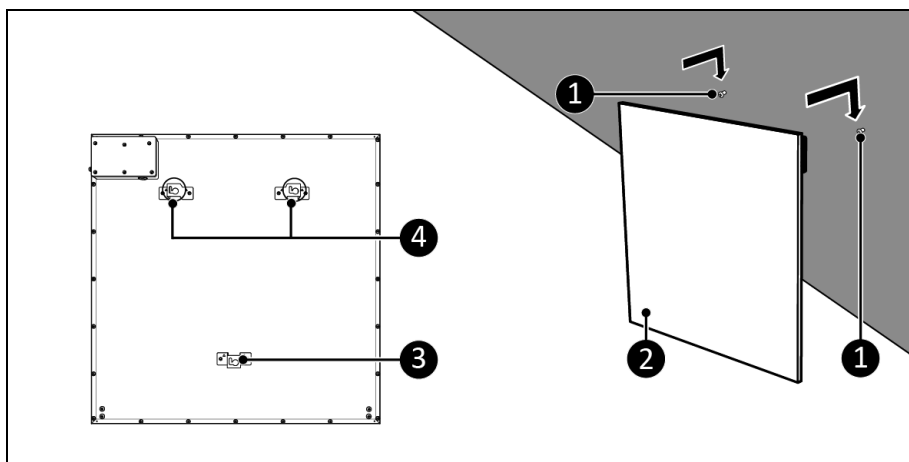

Figure 10
9. Placez les supports (figure 10, pos. 4) à l'arrière de l'appareil sur les vis insérées dans le mur (figure 10, pos. 1).
11. Le support d'espacement (figure 10, pos. 3) tient le bas de l'appareil à distance du mur.